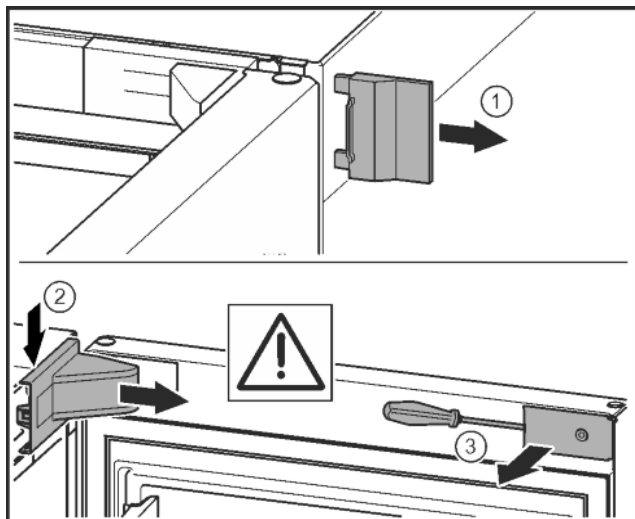

Fig. 10
- Снять внешнюю крышку. Fig. 10 (1)
- При помощи отвёртки освободить крышку опорного кронштейна и отсоединить. Снять крышку опорного кронштейна. Fig. 10 (2)
- Шлицевой отвёрткой вывести накладку из зацепления и отвести в сторону. Fig. 10 (3)